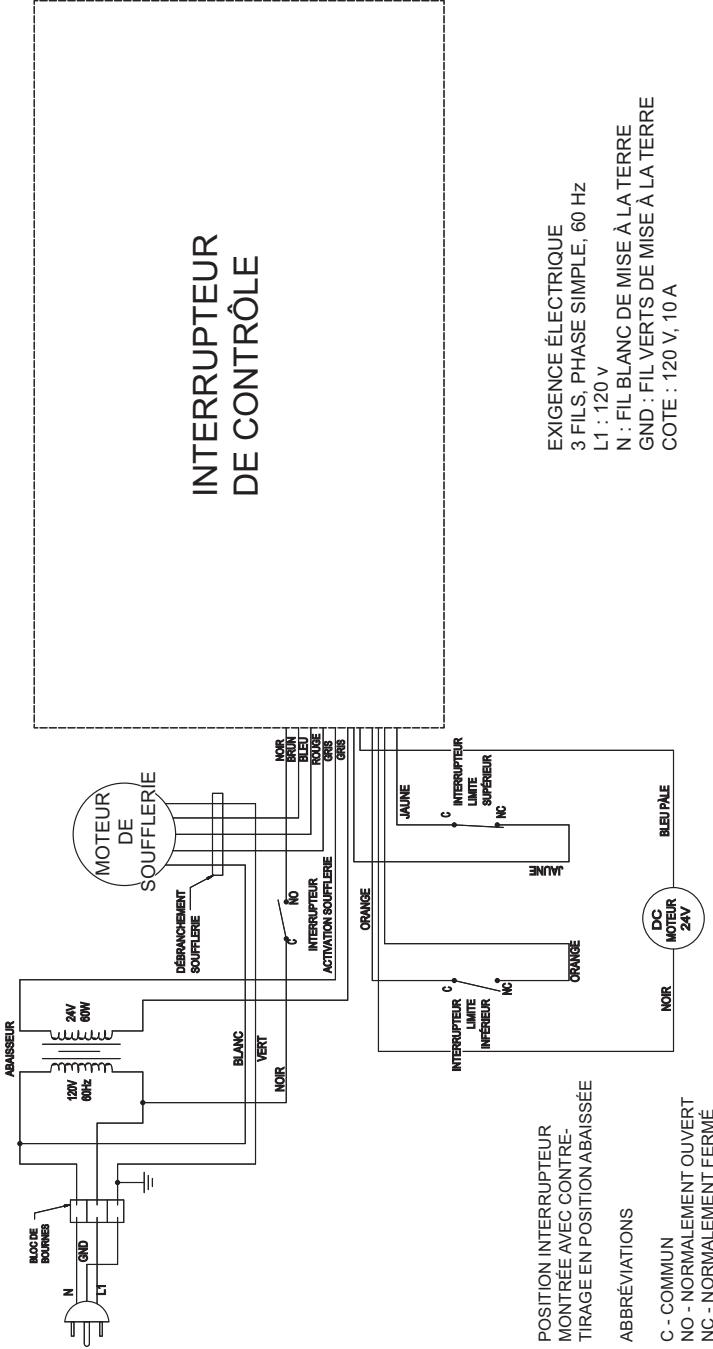

Fig. 12 – diagramme de câblage
A. Élever l'élevateur en position maximale en pressant la touche de contrôle une fois (figure 12). Ne pas maintenir la touche. Le moteur s'arrête lorsque l'élevateur atteint sa pleine hauteur. (Remarque : la soufflerie ne fonctionne pas à moins que l'élevateur ne soit complètement élevé).